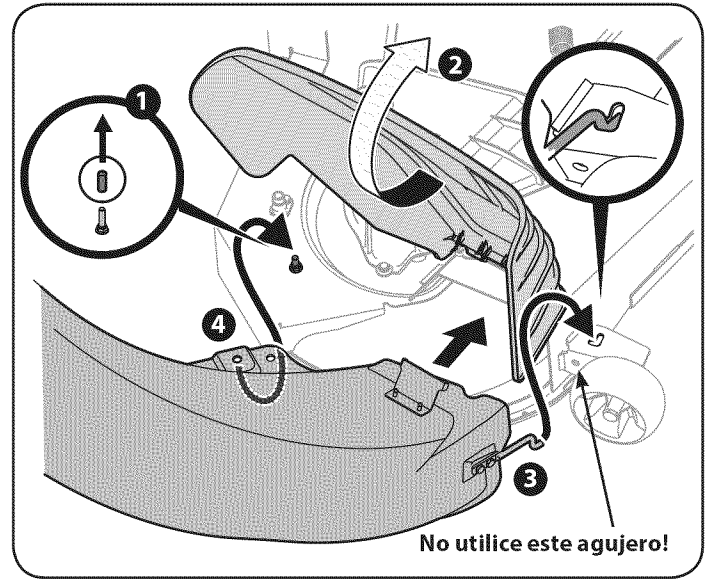

Figure 40
2. Retire la tapa protectora de goma pin deck, 1 en la Figure 40.
3. Levante el deflector del canal (2 en la Figure 40) en la cubierta y sostenerlo mientras se coloca el tubo de descarga en la abertura del canal.
4. Inserte el extremo del codo canal de descarga (3) en el orificio correspondiente en la rueda de la cubierta de montaje como se muestra en la inserción de la Figure 40.
5. Gire la tolva de descarga hacia atrás hasta que el agujero en el codo canal de descarga se alinea con el pasador en la cubierta. Mueva el codo de descarga hacia abajo en ese pin como se muestra en la Figure 40.